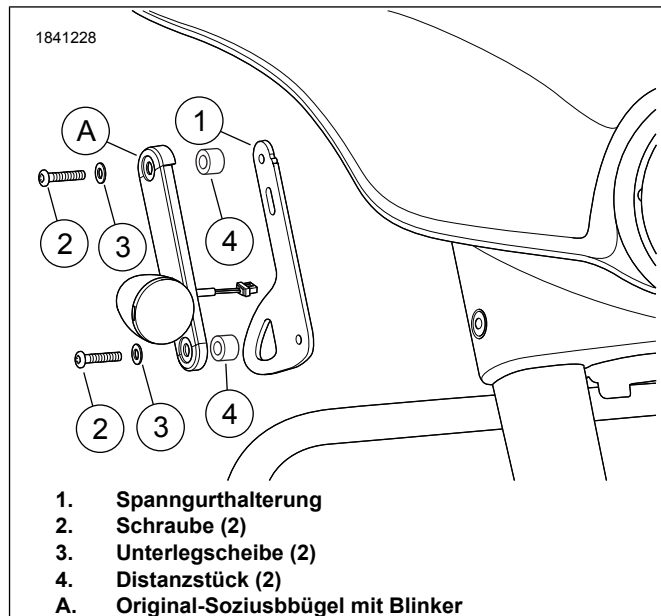

Abbildung 2. Ausbau/Einbau Spanngurthalterung (rechte Seite abgebildet)
1. Siehe Abbildung 2. Das Original-Blinkerkabel durch den Schlitz an der **neuen** Spanngurthalterung (1) führen.
3. Siehe Abbildung 2. Die Spanngurthalterung (1) und den Original-Soziusbügel (A) mit dem Blinker, den Distanzstücke (4), den Schrauben (2) und den Unterlegscheiben (3) einbauen.